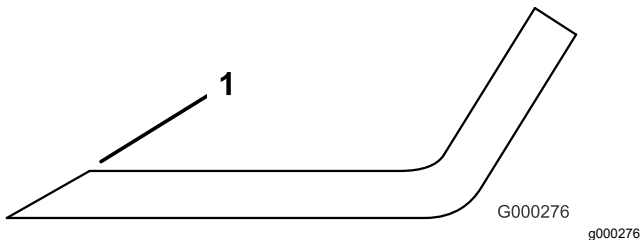

図 27
- すべてのブレードの刃先を点検し、刃先が丸くなっていたり打ち傷がある場合には研磨する 図 27。
注 研磨は刃先の上面だけに行い、刃の元々の角度を変えないように十分注意する 図 27。両方の刃先から等量を削るとブレードのバランスを維持することができます。